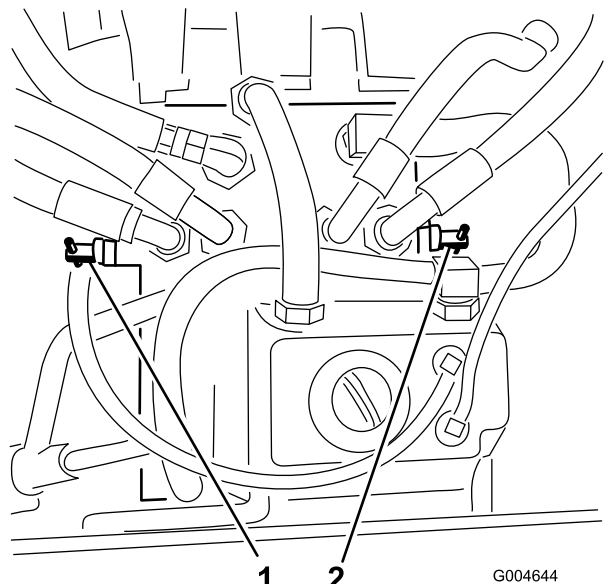

Figura 36
3. Gire las válvulas de desvío una vuelta en el sentido contrario a las agujas del reloj (Figura 36).
Gire cada válvula de desvío una vuelta en el sentido de las agujas del reloj y apriételas a mano (apriete de 71 pulgadas-libra (8 Nm) aproximadamente) (Figura 36).